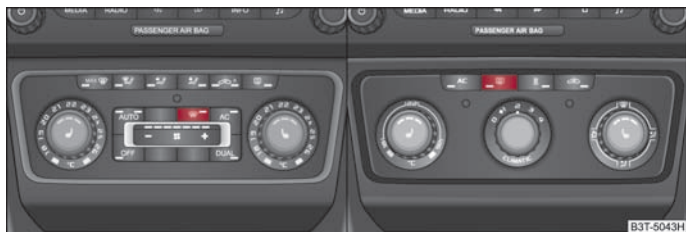

Abb. 60 Schalter für Frontscheibenbeheizung / Schalter für Heckscheibenbeheizung
- Sie schalten die Frontscheibenbeheizung durch Drücken des Schalters  ein bzw. aus ⇒ Abb. 60 - links, die Kontrollleuchte im Schalter leuchtet bzw. erlischt.
- Sie schalten die Heckscheibenbeheizung durch Drücken des Schalters  ein bzw. aus ⇒ Abb. 60 - rechts, die Kontrollleuchte im Schalter leuchtet bzw. erlischt.